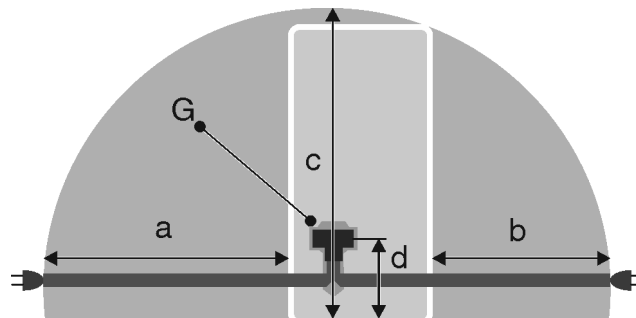

Fig. 21
- Розетка находится вне зоны задней стенки устройства в данной зоне. Fig. 21 (a, b, c)
- ▶ Штекер устройства Fig. 21 (G) подсоедините с задней стороны устройства. Следите за правильной фиксацией.